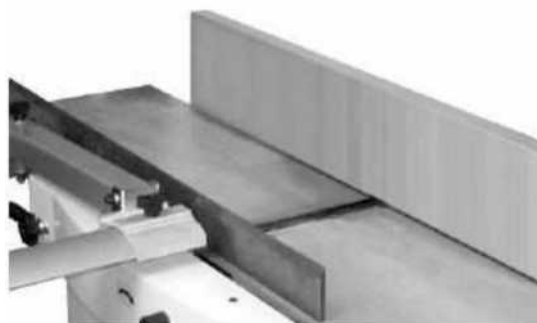

Рисунок 9
5. Установите линейку (J) на столе выгрузки (F) рядом с ограждением (H). Один конец линейки должен быть расположен над фрезерным ножом (С) вблизи конца пильного полотна, как показано на рис. 9.